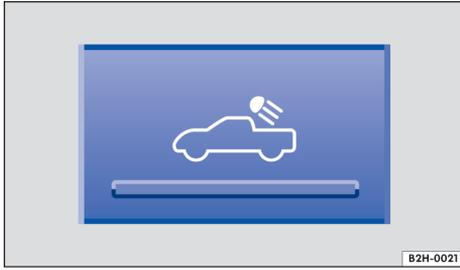

Fig. 70 En la consola central: tecla de la luz de la superficie de carga.
La luz de la superficie de carga se enciende pulsando la tecla ⇒ fig. 70 con el encendido *desconectado*.
- Pulsando la tecla ⇒ fig. 70.
- **O BIEN:** pulse la tecla ⇒ fig. 70.